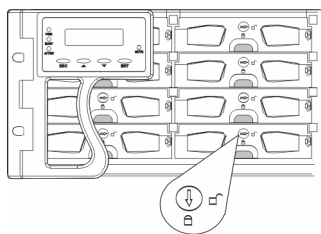

Figura 6.3 Rotação do bloqueio de chave da bandeja de drive
4. Feche a capa dianteira da bandeja de drive. Certifique-se de que a capa dianteira está devidamente fechada para garantir que o conector SATA, na parte traseira da bandeja de drive, está devidamente ligado ao respectivo conector, na placa de meio plano. Se a capa dianteira não estiver bem fechada, a ligação entre o disco rígido e o subsistema não será segura. Para bloquear a capa no lugar, vire o bloqueio de chave até que a ranhura esteja na vertical. (Ver *Figura 6.3*)